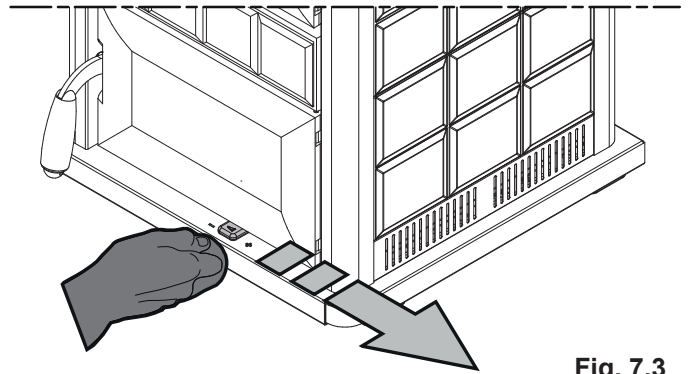

Fig. 7.3
- aprire al massimo la regolazione dell'aria primaria portando la leva (A) completamente verso destra (Fig.7.3);